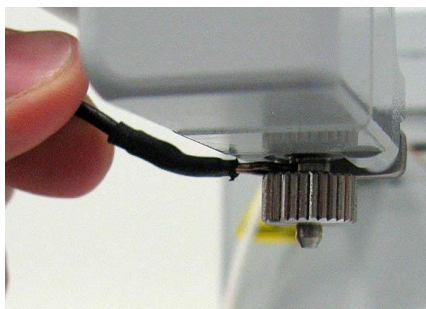

Abb. 28: Erdungskabel des Normalphasen-Kits anbringen
5. Schieben Sie das Ende des Erdungskabels mit dem offenen Clip aus dem Normalphasen-Kit zwischen Fraktionierventil und Tropfenformer (→ Abb. 28).